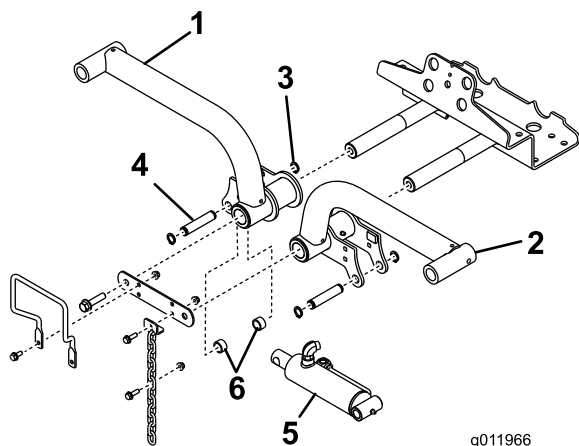

Bild 15
4. Stecken Sie die Hubarme in die Gelenkschäfte des Hubarms (Bild 15) und befestigen sie mit dem Gelenkschaftanschluss und den Schrauben, die Sie vorher entfernt haben.
6. Befestigen Sie das rechte Ende des Hubzylinders mit einem Stift und zwei Distanzstücken am rechten Hubarm ((Bild 15)). Befestigen Sie ihn mit dem Befestigungsring.